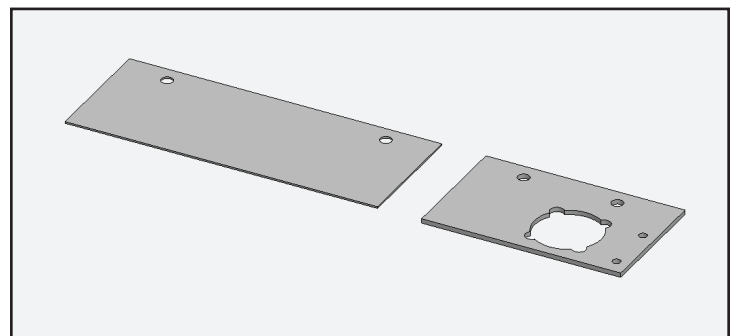

Fig. 10. Placa de cubierta y placa maestra de torsión. Se encuentran en el embalaje interior con las herramientas de nivelación.
1. Localice la placa maestra de torsión de repuesto y la placa de cubierta en el embalaje interior con las herramientas de nivelación. Véase la fig. 10. Dépositelo a un lado.